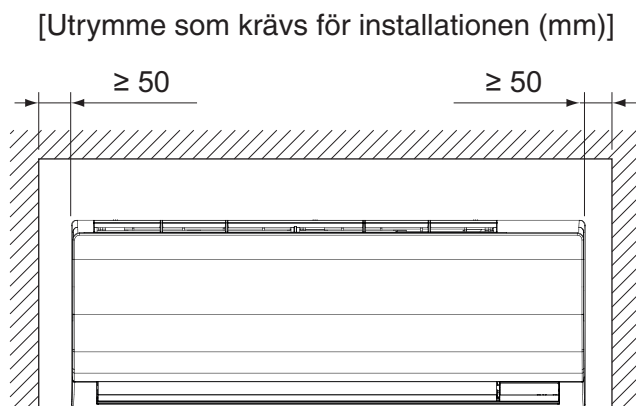
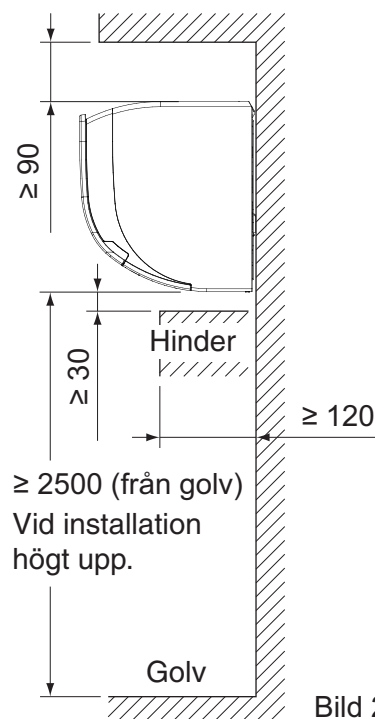

Bild 1
Bild 2
(1) Välj en installationsplats som uppfyller följande krav och som även passar kundens önskemål.
- Där tillräckligt utrymme för installation och underhåll kan tillgodoses. (Se bild 1 och bild 2)